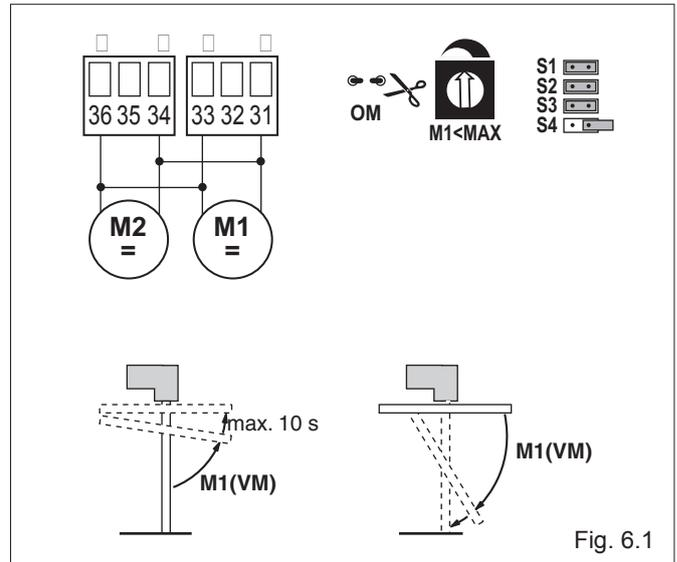

Fig. 6.1
**(Abb. 6.1) Verwendung ohne Endschalter**